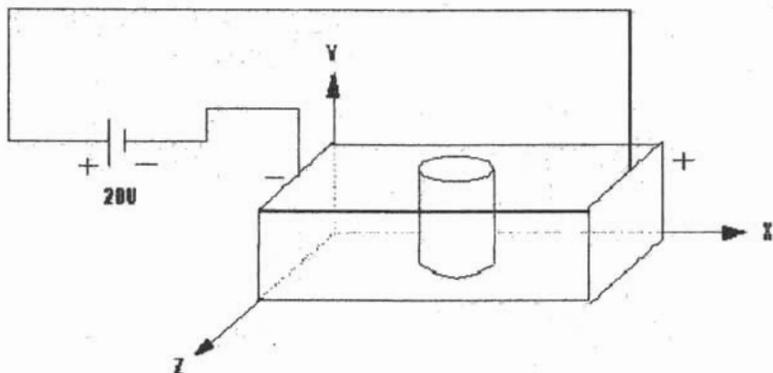

Figura 2.4.
- i) Introduzca un cilindro electrostático centrándolo en la caja de superficies equipotenciales, según se muestra en la figura 2.4.